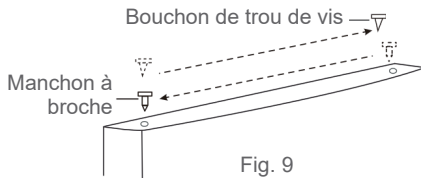

Fig. 9
10. En haut de la porte inférieure, enlevez le manchon à broche du côté droit et le bouchon du trou de vis à gauche, puis remettez-les en inversant leur emplacement (→ Fig. 9).